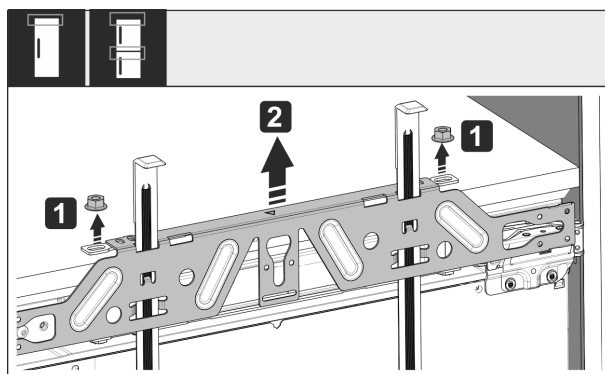

Fig. 58
- ▶ Afloje las contratueras Fig. 58 (1).
- ▶ Retire el travesaño de fijación Fig. 58 (2).